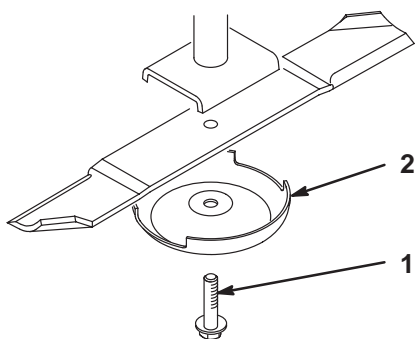

Bild 87
2. Halten Sie das Ende des Messers mit einem stark wattierten Handschuh oder wickeln Sie einen Lappen um es herum. Entfernen Sie die Messerschraube, die Antiskalpierschale und das Messer von der Spindelwelle (Bild 87).